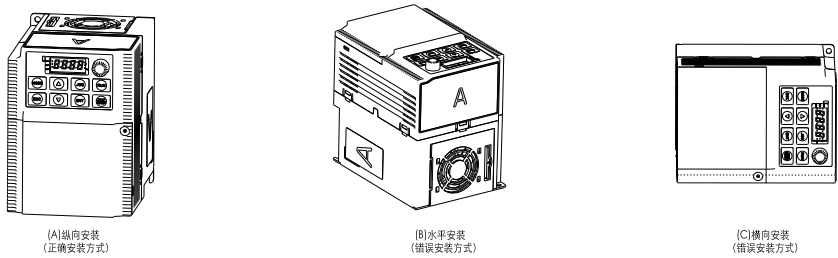

图 3.1 安装方向示意图
(1) 务必垂直安装变频器，且不能倒路，便于热量向上散发，如图 3.1 所示；